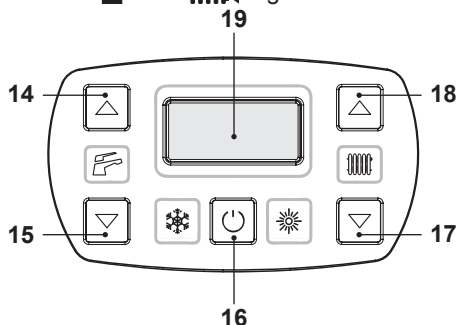

Figura 6.6
- Tenere premuto per 2 secondi il tasto 16 fino a far apparire sul display entrambe i simboli  e  (Figura 6.6).
- Spegnerne la caldaia tenendo premuto per 2 secondi il tasto 16 (Figura 6.6) fino a far apparire sul display LCD il simbolo  (Figura 6.5).